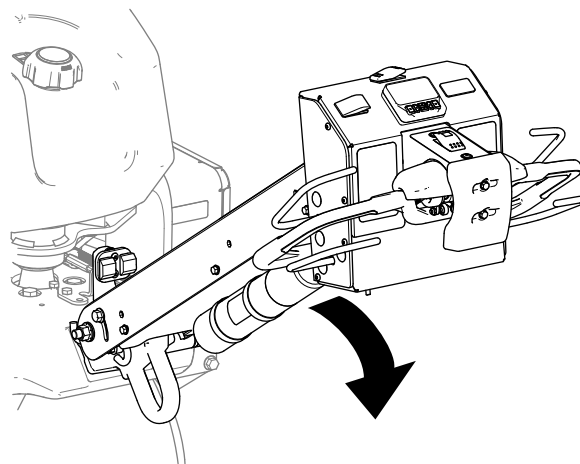

Figure 31
2. Baissez le timon (Figure 31).